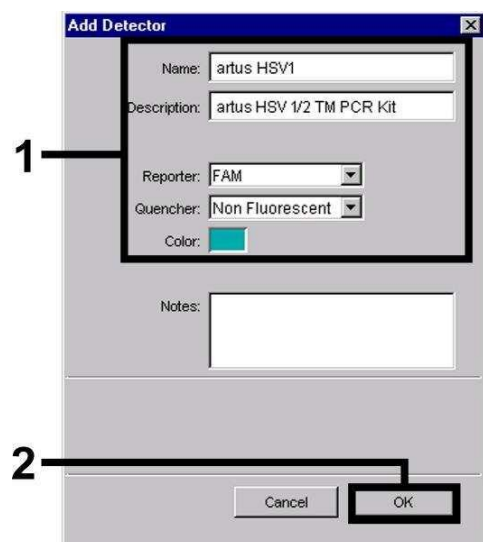
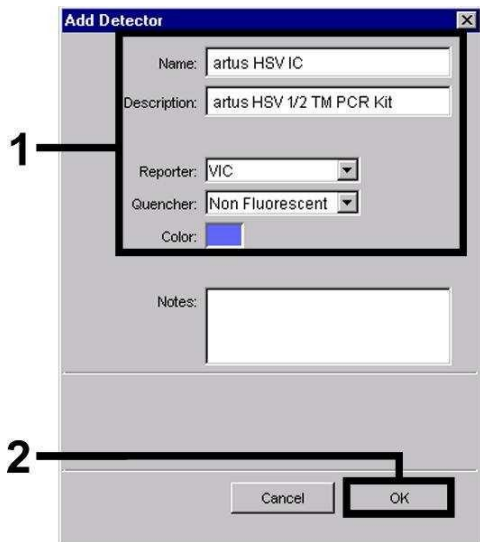
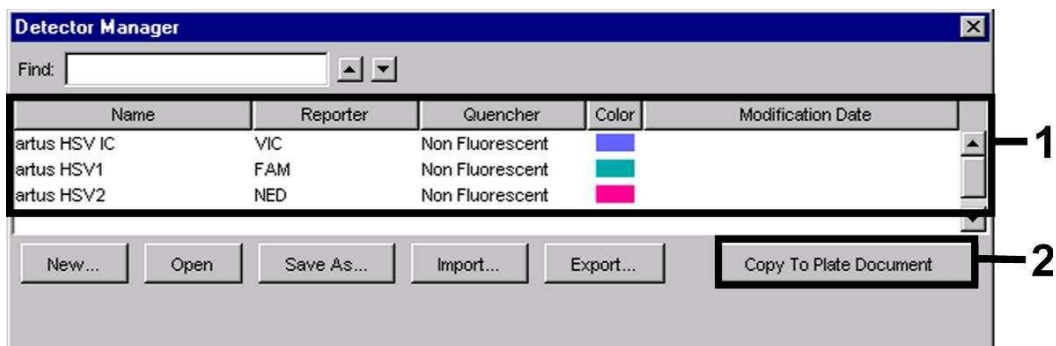

Fig. 12 : Création du détecteur spécifique à l'HSV1 (*Detector Manager*).
Fig. 14 : Création du détecteur spécifique au *Contrôle interne* (*Detector Manager*) pour HSV1/HSV2.
Fig. 15 : Sélection des détecteurs (*Detector Manager*).
Dans la fenêtre apparaissant à présent, choisir (conformément aux Fig. 12 - Fig. 14) la combinaison rapporteur/quencher **FAM/Non Fluorescent** ou **NED/Non Fluorescent** pour détecter l'ADN d'HSV1 ou d'HSV2 respectivement. Pour détecter le *Contrôle interne*, sélectionner la combinaison **VIC/Non Fluorescent**. En confirmant la saisie (OK), un retour est effectué au *Detector Manager*. Sélectionner les détecteurs venant d'être créés et transférer chaque sélection vers l'onglet *Setup*, en cliquant sur l'option *Copy to Plate Document* (voir Fig. 15). Fermer la fenêtre (*Done*).